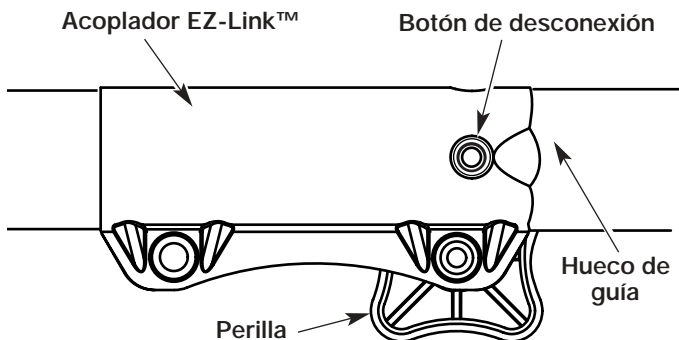

Figure 23
1. Gire la perilla en sentido antihorario para aflojarla (Fig. 23).
2. Opima y sostenga el botón de desconexión (Fig. 23).
NOTA: La alineación del botón de desconexión con el hueco de guía facilitará la instalación (Fig. 23).